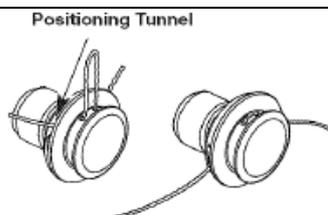

Рис. 17
5. Проденьте леску; убедитесь в том, что она полностью облегает поверхность скользящей крышки и полностью протянута через специальные направляющие пазы (Рис. 17).